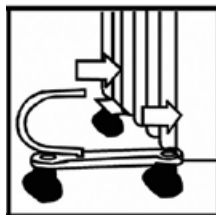

Рис. 2
3. Установите данный комплект на нижнюю часть прибора (Рис. 2, 3).